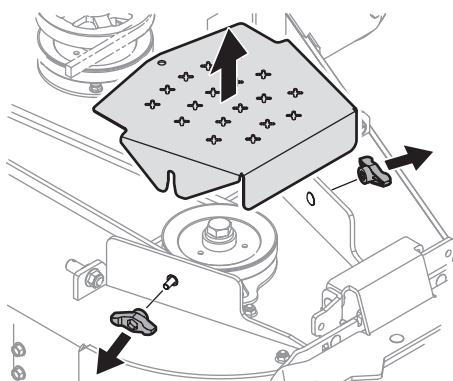

Fig. 32
- Limpie la parte superior de la plataforma de corte, debajo de las cubiertas de husillos y del área de correas (Fig. 32).